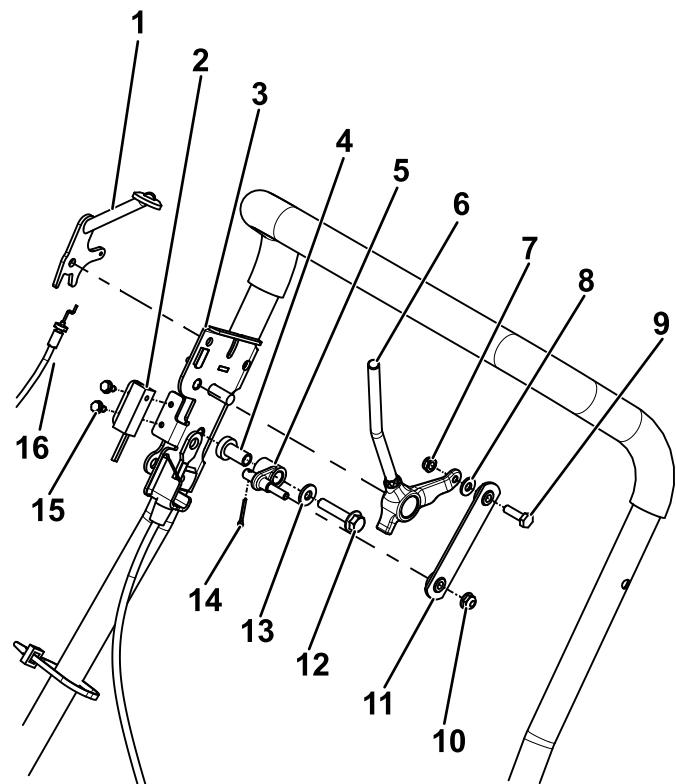

Figura 7
8. Instale el soporte de tracción en el manillar usando las fijaciones que retiró anteriormente (Figura 7).
9. Instale la palanca de tracción, el pivote y el acoplamiento usando las fijaciones suministradas con este kit (Figura 7).
10. Instale el interruptor de proximidad usando las fijaciones que retiró anteriormente (Figura 7).
13. Instale la palanca del acelerador usando las fijaciones que retiró anteriormente (Figura 7).